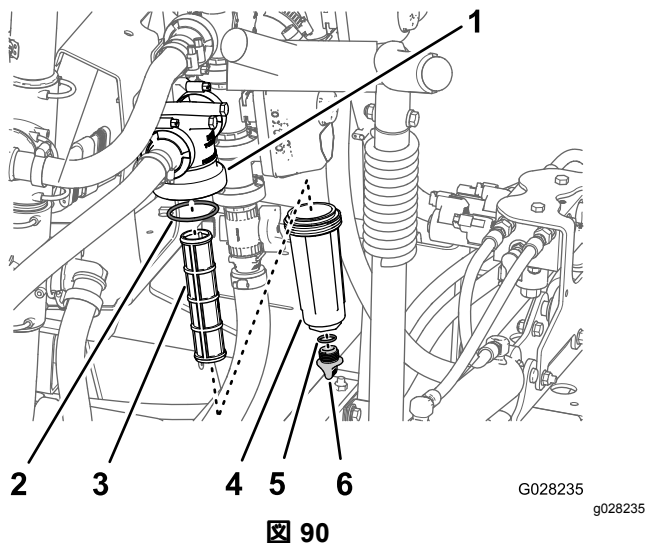

図 90
2. 圧力フィルタの下に受け容器をおく図 90。
3. 圧力フィッティングのドレンプラグを左に回して外す 図 90。
4. ボウルを左に回してフィルタヘッドから外す 図 90。
5. 古い圧力フィルタELEMENTを外す 図 90。
6. ドレンプラグの O リングボウルの内側とボウルの O リングフィルタヘッドの内側に傷や破損がないか点検する 図 90。
7. 新しい圧力フィルタELEMENTをフィルタヘッドに取り付ける 図 90。
8. ヘッドにボウルを取り付けて手締めする 図 90。
9. ボウルにプラグ取り付けて手締めする 図 90。